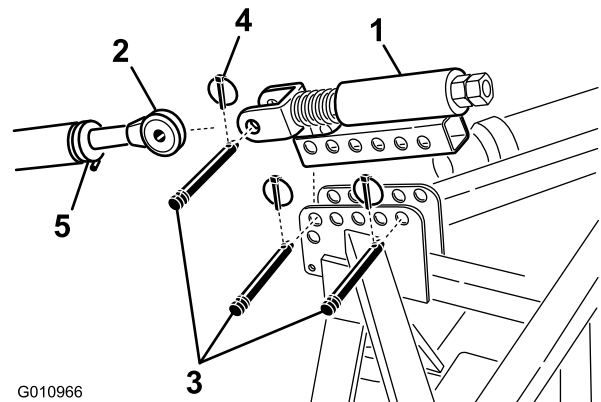

Figura 7
- Monte a articulação superior com mola no suporte do arejador com dois pinos de articulação e pinos de sujeição (Figura 7).
- Desaperte a porca de bloqueio na articulação superior do tractor. Ajuste a articulação superior até ficar alinhada com o contrapino na articulação superior com mola do arejador (Figura 7).
- Ligue a articulação superior do tractor ao contrapino na articulação superior com mola e fixe-a com um pino de articulação e um pino de sujeição (Figura 7).
6. Rode a articulação superior até a mola ficar comprimida cerca de 13 mm (Figura 7).